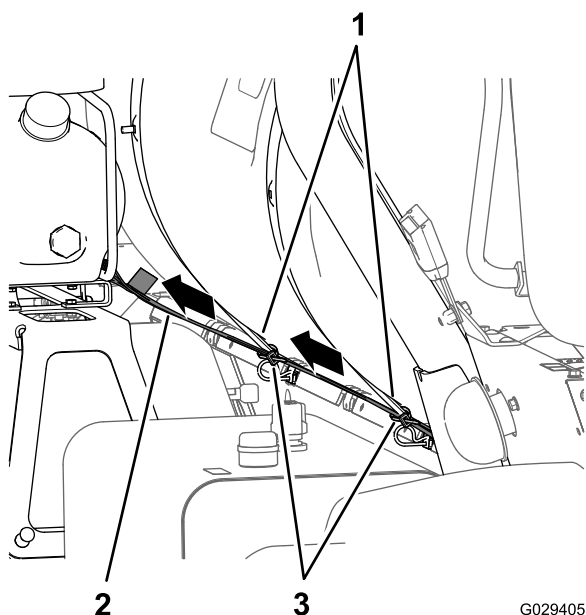

Figura 8
1. Individuate la diramazione del compressore da 236 cm del cablaggio preassemblato con un connettore a 4 prese e infilate la diramazione del cablaggio all'indietro lungo il serbatoio dell'irroratrice, come illustrato nella Figura 7 e nella Figura 8.